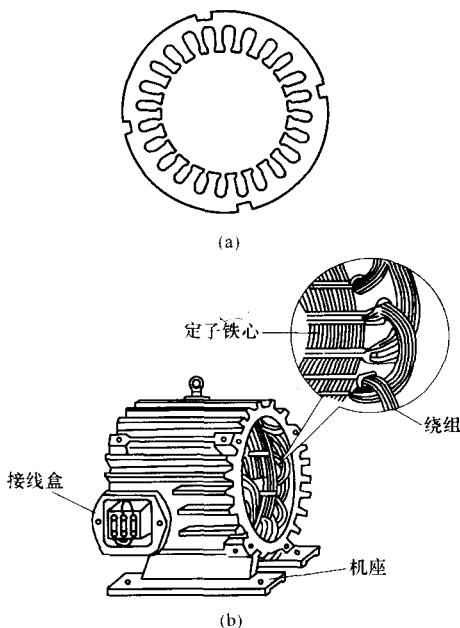

图1-9 定子结构图
(2) 定子铁心。定子铁心是电动机磁路的一部分，它的作用是导磁。定子铁心由厚度为 $0.35\sim0.5\text{mm}$ 的硅钢片叠压而成，以减少涡流损耗。大容量的电动机，其硅钢片表面还涂有绝缘漆，使各片之间绝缘；小容量的电动机，是利用硅钢片表面的氧化层作为片间绝缘。硅钢片冲成圆环形，内圈上均匀地冲有一定数量的槽口，常见的有24槽、36槽等，如图1-9(a)所示。
(3) 定子绕组。定子绕组是电动机的电路部分，它的作用是导电。定子绕组是由三组完全相同的绕组组成，故又称三相绕组。三相绕组嵌入定子铁心槽内，各相绕组之间以及绕组跟铁心之间均用绝缘材料（如青壳纸、聚酯薄膜等）隔开。三相绕组的引出线接到接线盒的接线柱上，如图1-9(b)所示。